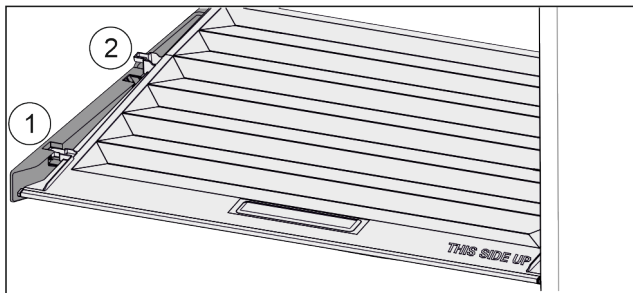

Fig. 126
- ▶ Кришку до отвору в деталях для підтримки потягнути вперед Fig. 126 (1).
- ▶ Підняти ззаду знизу та вийняти Fig. 126 (2) вгору.